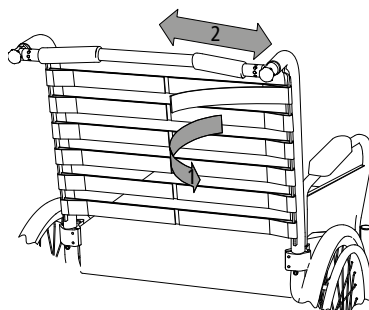

Abb. 23
1. Spänningen i ryggstödsbanden kan justeras. Ta bort dynan och öppna sedan stödbandens kardborrfästen (1, bild 23).
2. Justera stödbanden till önskad längd/spänning och lås dem sedan med kardborrfästena (2, bild 23). Börja med den nedersta remmen. När justeringen är klar, fäller du tillbaka dynan över ryggstödsbanden.